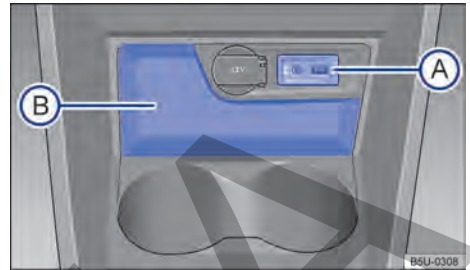

Fig. 106 En la consola central delantera: portaobjetos.
En la consola central delantera hay un portaobjetos abierto → fig. 106 (B).